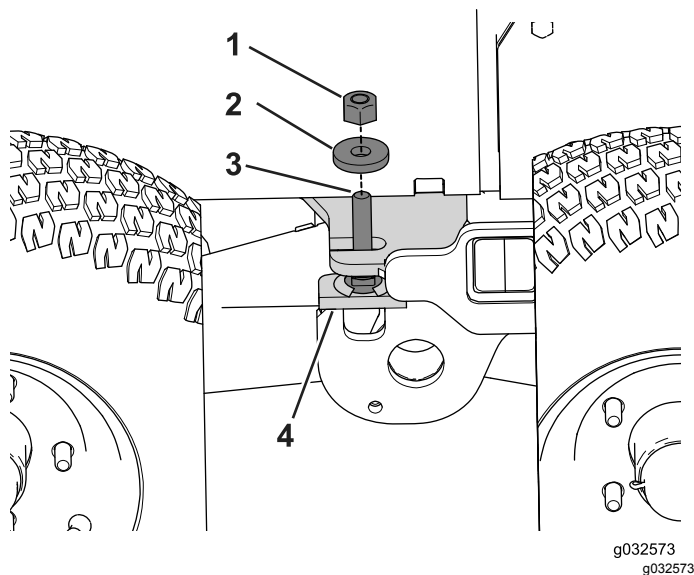

Figura 91
10. Instale a porca de bloqueio e a anilha na cavilha roscada no conjunto de paragem do bogie (**Figura 91**).